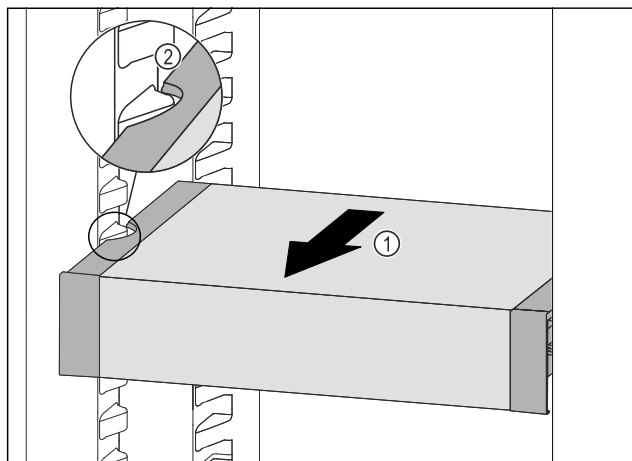

Fig. 123
- Trageți în față VarioSafe Fig. 123 (1), până când degajările laterale ale VarioSafe se află la înălțimea nervurii recipientului din frigider. Fig. 123 (2)